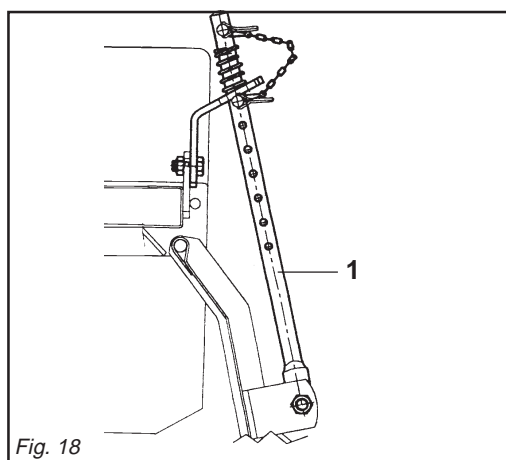
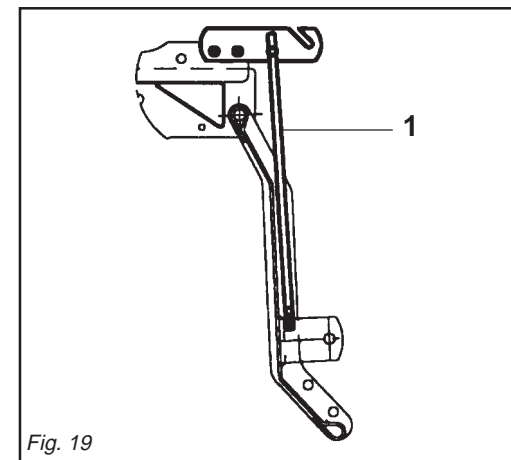

Fig. 18
Fig. 19
- 2- Il martinetto a molla (1 Fig. 18) oltre a sostenere la lamiera livellatrice ed ammortizzarla nel trasporto su strada,
- 2- Die Federwinde (1 Abb. 18) trägt nicht nur das Planierschild und dient beim Straßentransport zur Dämpfung von
- 2- Le vérin à ressort (1 Fig. 18) sert de soutien à la tôle de nivellement et de suspension pendant le transport sur route, pour éviter le basculement du
- 2- El gato de resorte (1 Fig. 18), además de sostener la chapa de nivelación y protegerla durante el transporte en
serve a evitare il ribaltamento della zappatrice durante il parcheggio. L'asta (1 Fig. 19), va posizionata come in figura per il parcheggio della macchina.
(1 Fig. 18) prevents the steering hoe from overturning when parking. The rod (1 Fig. 19) should be positioned as shown in the figure when parking the machine.
Die Stange (1 Abb. 19) ist so anzuordnen, wie in der Abbildung für das Abstellen der Maschine gezeigt ist.
Pour stationner la machine la barre (1 Fig. 19) doit être positionnée comme indiqué dans la figure.
La barra (1 Fig. 19) debe ser posicionada como se ve en la figura para el estacionamiento de la máquina.